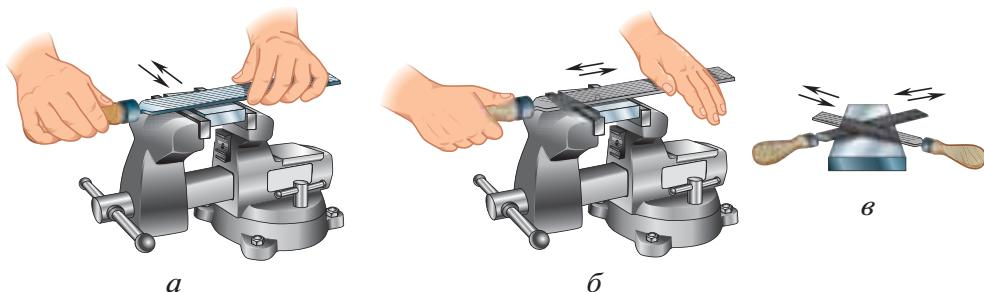

Рис. 5.39. Опиливание широких поверхностей: а — продольным штрихом; б — поперечным штрихом; в — перекрёстным шрихом
1. Опиливание продольным штрихом (рис. 5.39, а):
2. Опиливание поперечным штрихом (рис. 5.39, б):
3. Опиливание перекрёстным штрихом (рис. 5.39, в):